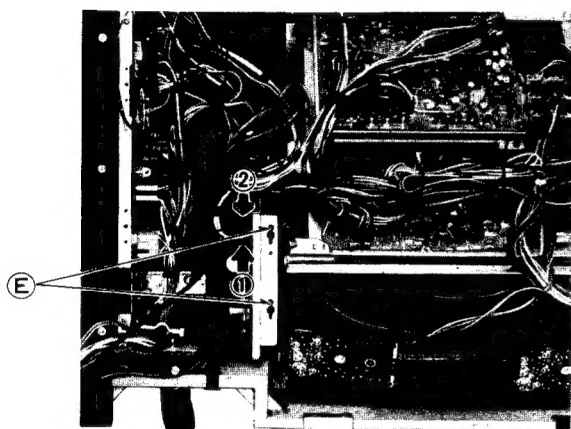

Fig. 2-4 Abb. 2-4
1. Remove 2 screws **(E)** in fig. 2-4.
1. Die zwei Schrauben **(E)** in Abb. 2-4 entfernen.